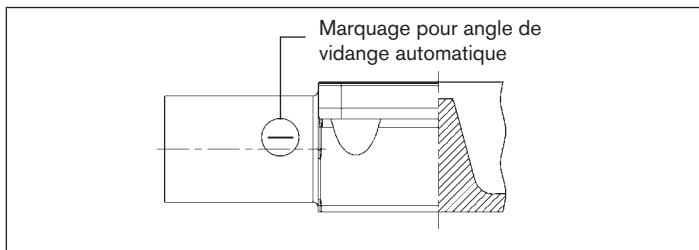

Fig. 13 : Marquage pour position de montage correcte
- Respecter un angle d'inclinaison de 1° – 5° . Les corps forgés et coulés présentent pour cela un marquage qui doit être dirigé vers le haut (position 12 heures, voir « Fig. 13 »).